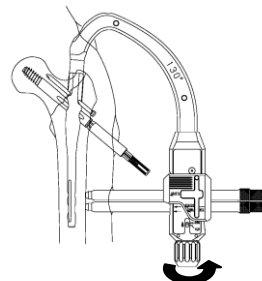

図3
- 3) ディスタルスクリュー用スリーブ及びディスタルスクリュー用ドリルスリーブを、セクタガイドを介してターゲットデバイスに挿入します。つまみでスリーブを確実に固定しドリリングします。 (図3)